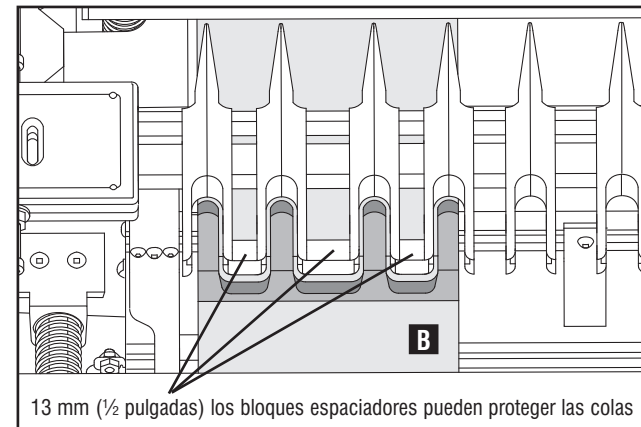

Fig. G10
6. Realice el corte, según las instrucciones para juntas semiciegas de espacios variables. El corte final debe asemejarse a la Fig. G10.